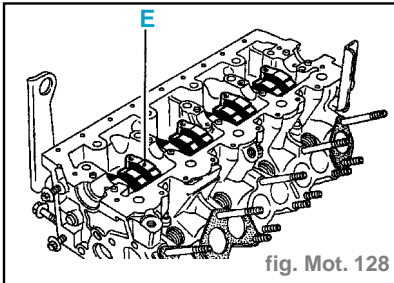

fig. Mot. 128
• l'arbre à cames ainsi que les linguets (E) et les butées hydrauliques (F) (fig. Mot. 128 et 129),